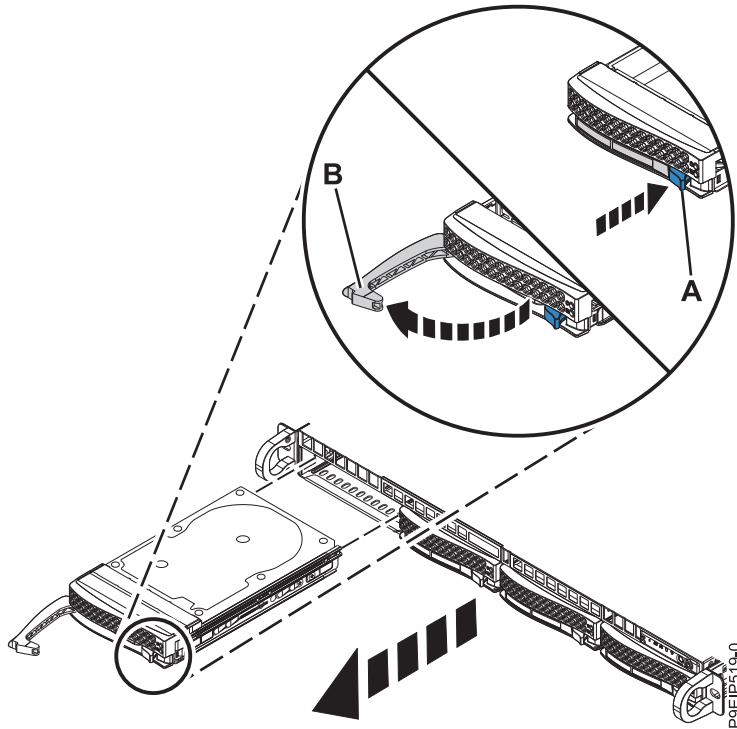

Figura 1. Removendo uma unidade frontal
3. Destrave a alça do compartimento de unidade **(B)** empurrando a liberação da alça **(A)** conforme mostrado na Figura 1 na página 5. A alça **(B)** desengata em sua direção. Se a alça não desengatar totalmente, a unidade não deslizará para fora do sistema.